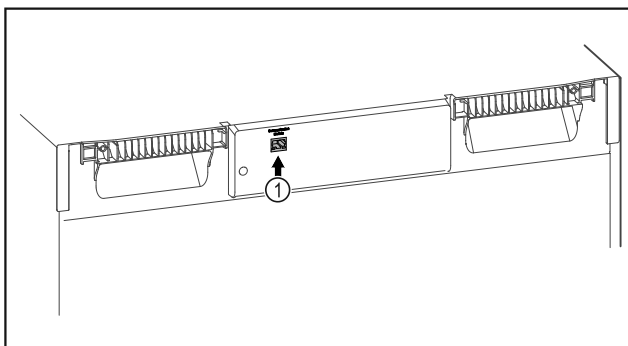

Fig. 89
- SmartModule Fig. 89 (1) установлен.